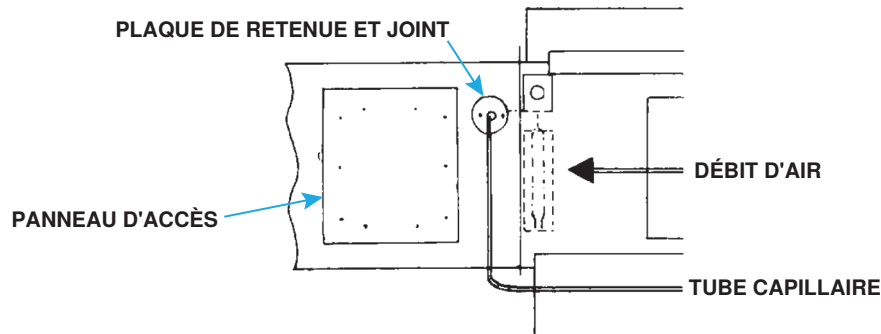

Figure 10. Installation du capteur capillaire
- (2) À l'emplacement de conduit sélectionné, marquez et découpez un trou de 1/2 pouce qui sera scellé avec un joint et une plaque de retenue (voir **Figure 10**). Insérez le capteur et le tube capillaire dans le trou.
- (3) Retirez le panneau d'accès aux conduits (voir **Figure 10**) et installez le capteur dans le support du capteur de manière à ce qu'il détecte la température de l'air lorsqu'il circule à travers les trous du support.
- (4) Placez le support du capteur et l'ensemble de la boîte de jonction à l'intérieur du conduit de manière à ce que le capteur soit protégé du flux d'air direct et fixez la boîte de jonction au conduit à l'aide de quatre vis à tôle #6 fournies sur site.
- (5) Faites glisser le joint (fente coupée) et la plaque de retenue du trou sur le tube capillaire. Avec le joint à côté des conduits, installez la plaque de retenue des trous et fixez-la à l'aide des vis à tôle fournies sur place.
- (6) Fermez le panneau d'accès des conduits.